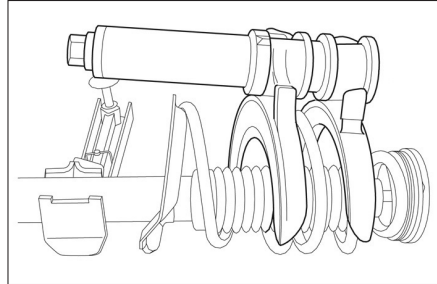

Fig. 8
- Comprimer le ressort à l'aide de l'outil [2] (Fig.8).